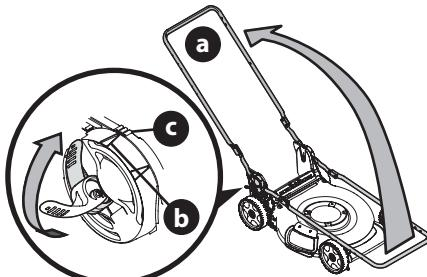

Figura 13
- Mientras estabiliza la cortadora de césped para que no se mueva, levante la manija superior (a) (Figura 13). No prense los cables del control de la transmisión o de la cuchilla mientras levanta la manija.
- Cuando levante la manija superior, asegúrese de que el indicador de posición (b) esté alineado con una de las tres posiciones de la manija (c). Vea el recuadro de la Figura 13.
- Trabe las dos palancas de liberación de manija. Vea el recuadro de la Figura 13.